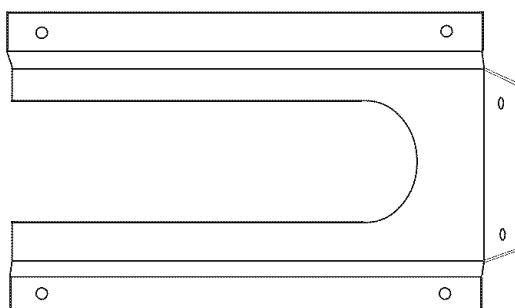
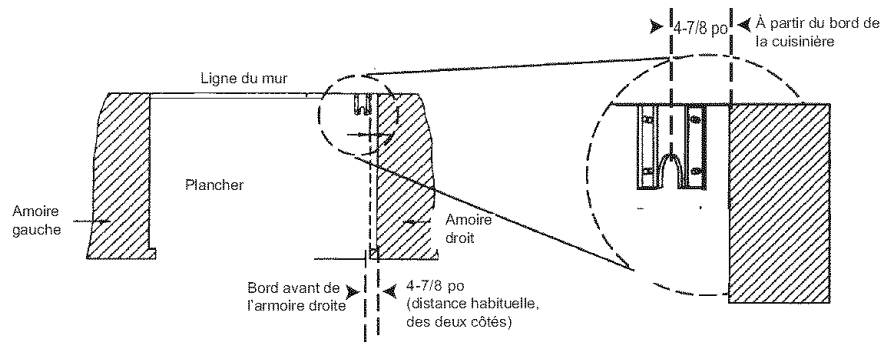

Figure 6 : Montage de la patte antibascule
Figure 7 : Mise en place de la patte antibasculante (vue du haut)
Pour toutes les cuisinières à combustion jumelée de 30 po et 36 po (Figure 6 et Figure 7)
1. Placez la patte sur l'emplacement comme indiqué à la Figure 7 (la patte peut être utilisée dans un des coins de l'installation).